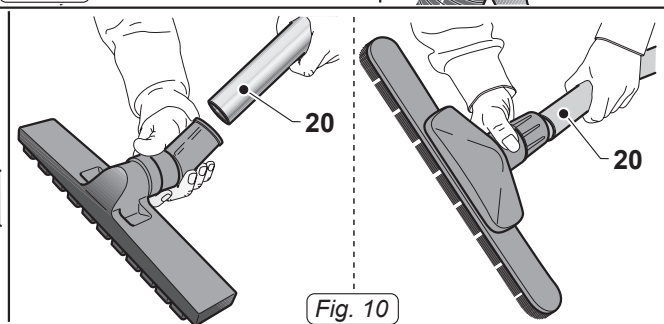

Fig. 10
- Unire alla prolunga rigida (20 Fig.10) l'accessorio voluto (bocchetta di aspirazione, spazzola a pennello, bocchetta a lancia, bocchetta pavimenti ecc..).
- Unire alla prolunga rigida (20 Fig.10) l'accessorio voluto (bocchetta di aspirazione, bocchetta pavimenti ecc...